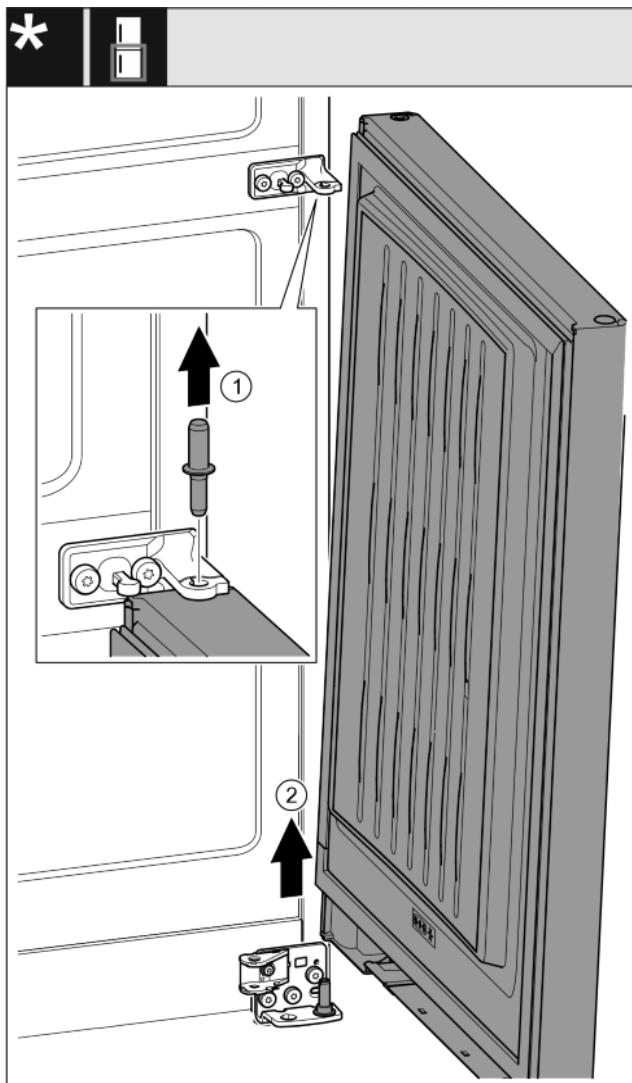

Fig. 19*
- Izvucite svornjake prema gore.* *Fig. 19 (1)*
- Podignite vrata, povucite ih prema gore i stavite ih na stranu.* *Fig. 19 (2)*